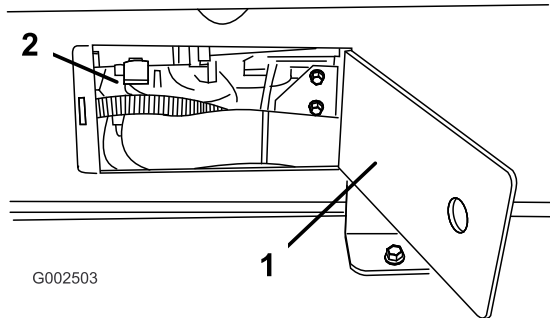

図 22
11. タンク台の左右についているアクセスパネルからのぞき込んで、ホースやラインが台の下でつぶされていないことを確認する（図 22）。